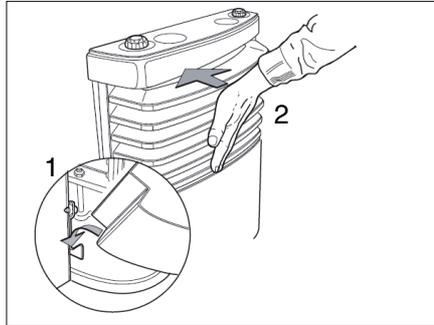

Fig. 106 Mettre en place le revêtement du chauffage
- Monter le revêtement du chauffage A cet effet, accrocher le revêtement dans les paliers inférieurs (Fig. 106,1).
- Faire basculer le revêtement jusqu'à ce que le levier de verrouillage se verrouille de manière audible (Fig. 106,2).